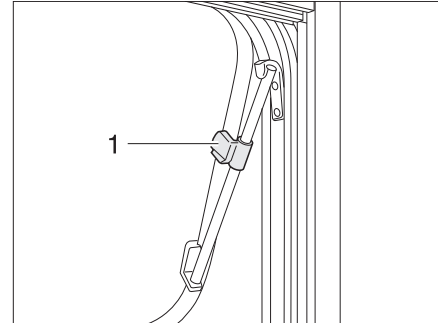

Fig. 66 Ventana abatible con soportes giratorios, abierta
- Abrir la ventana abatible hasta la posición deseada y fijarla con el botón moleteado (Fig. 66,1).
- Girar el botón moleteado (Fig. 66,1) hasta que se libere el bloqueo.